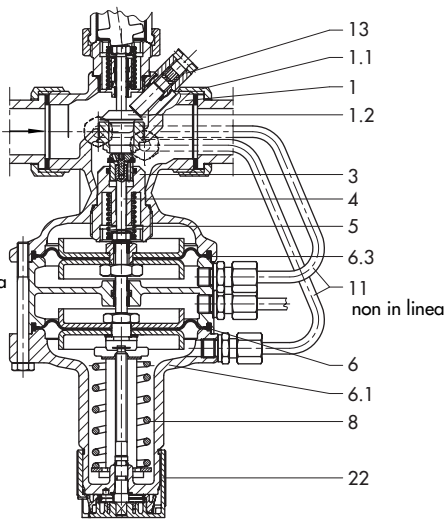

Fig. 4 - Tipo 2491/5825, PN 25,
**Regolatori di portata, di pressione differenziale o di pressione tipo 2491/582.** (Fig. 4)